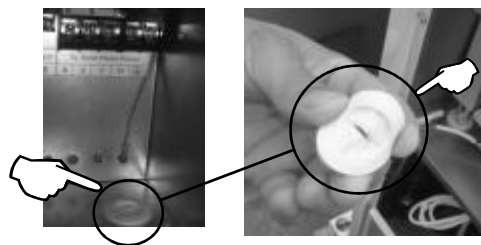

Figure 4-10
- (8). Retirer le joint passe câble au fond du coffret, percer l'opercule et le remettre en position (voir figure 4-10).